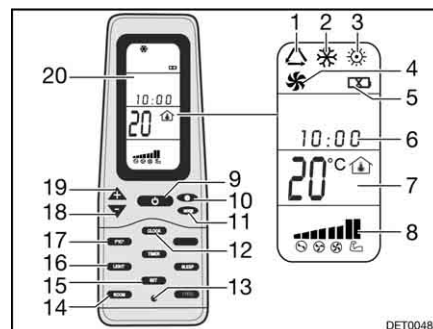

Fig. 208 Controle remoto
- Prima a tecla ON/OFF (Fig. 208,9).
- Prima a tecla "Mode" (Fig. 208,11) tantas vezes até ser mostrado o modo de serviço pretendido (Fig. 208,1, 2, 3 ou 4) no display (Fig. 208,20).
- Com as teclas "+" (Fig. 208,19) e "-" (Fig. 208,18), regule a temperatura pretendida.
- Com a tecla Velocidade do ventilador (Fig. 208,10) escolha o nível pretendido do ventilador.